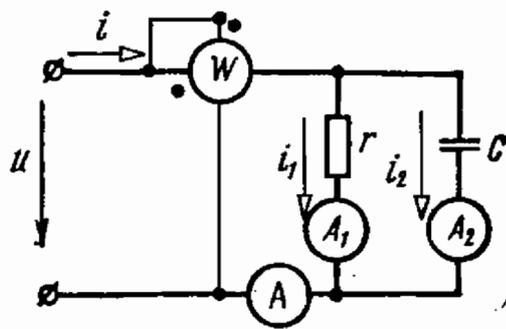

Рис. 4.9
4.9. К электрической цепи, схема которой приведена на рис. 4.9, подведено напряжение $U = 380$ В.